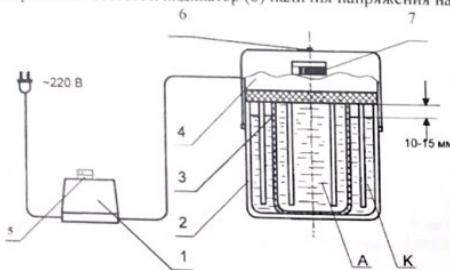

Рис. 1 - Общий вид электроактиватора
4.1 Электроактиватор состоит из четырех основных частей (рис. 1):
- блока питания (1);
- основной ёмкости (2);
- керамического стакана (3), вставляемого в основную ёмкость;
- съёмной верхней крышки (4) с электродами.
напряжения на электродах (б. рис. 1). Убедитесь визуально, что выделение пузырьков газа наблюдается на обоих катодах.